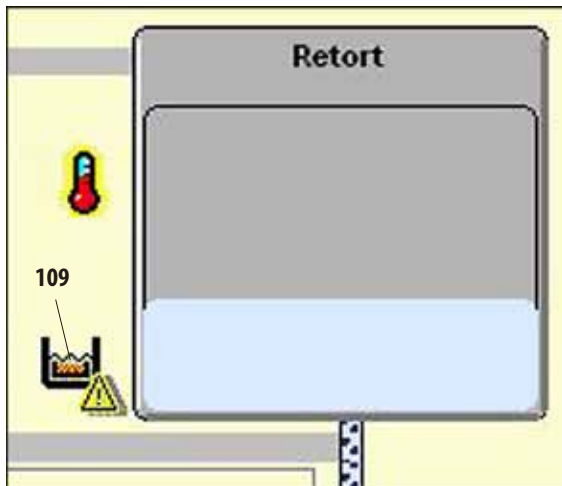

Рис. 246
Фиксация образцов в приборе обозначается на **SMART-Screen** символом (109) слева от реторты (рис. 246).